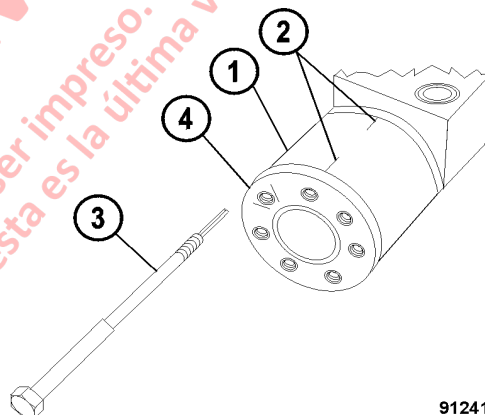

FIGURA 5-4. IDENTIFICACIÓN DE LOS COMPONENTES DE LA VÁLVULA
2. Haga coincidir la marca del conjunto de la rueda dentada y la cubierta del extremo para ensamblarlo en la dirección correcta (consulte Figura 5-4).
3. Retire los tornillos y arandelas de la cubierta del extremo. Luego, saque el tornillo con pasador de rodillo (3, Figura 5-4) y marque la ubicación del agujero del perno con el pasador de rodillo en la cubierta del extremo para facilitar su ensamblaje.